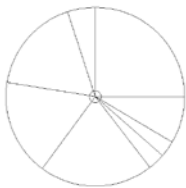

图 15.140 绘制直线
(2) 以同心圆圆心为起点, 圆上任一点为终点绘制若干条直线, 如图 15.140 所示。